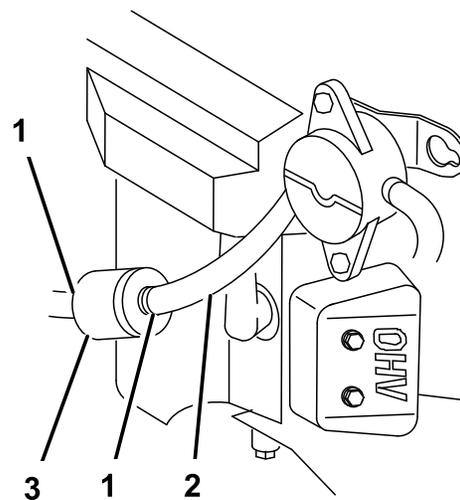

Figura 51
3. Limpe a zona em redor da tampa do depósito de combustível para impedir a entrada de detritos no depósito de combustível (Figura 51).
4. Aperte as pontas dos grampos da tubagem e afaste-as do filtro (Figura 51).